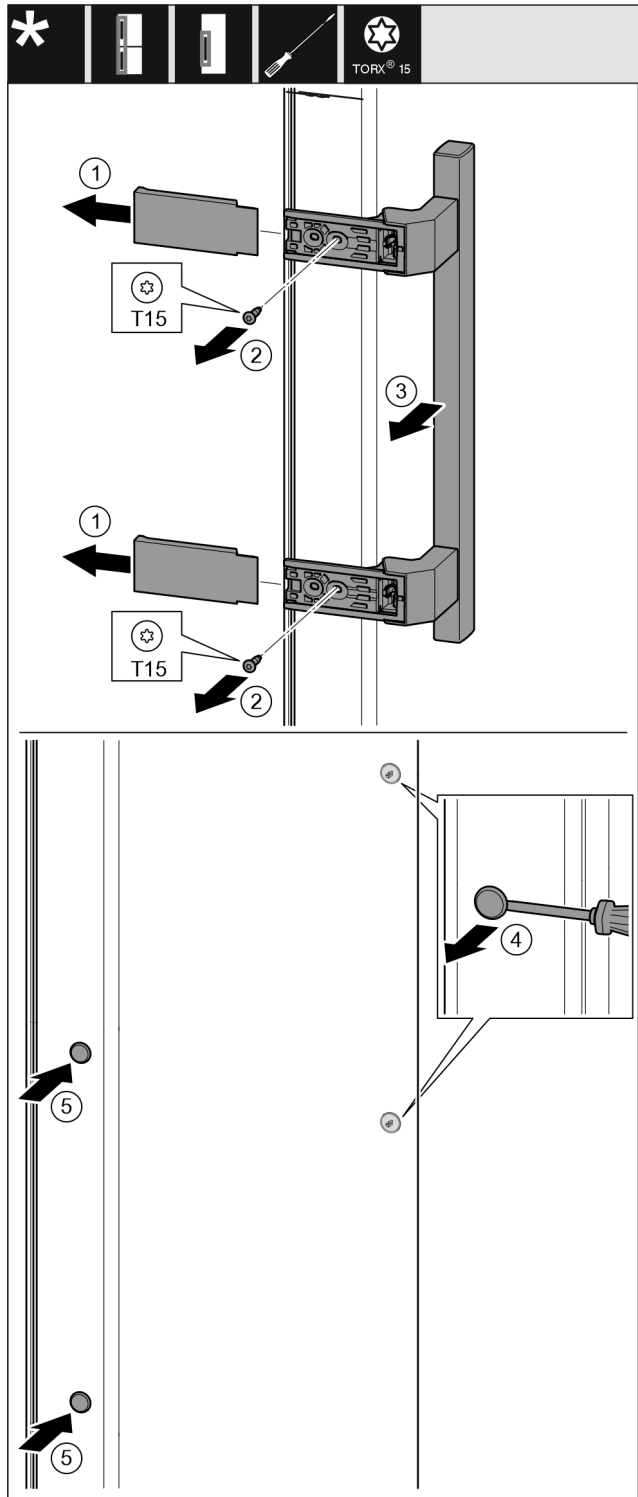

Fig. 14
- Rimuovere la copertura. Fig. 14 (1)
- Svitare le viti con un cacciavite Torx 15. Fig. 14 (2)
- Rimuovere la maniglia. Fig. 14 (3)
- Sollevare il tappo laterale con cautela con un cacciavite a taglio e estrarlo. Fig. 14 (4)
- Reinserire il tappo sull'altro lato. Fig. 14 (5)